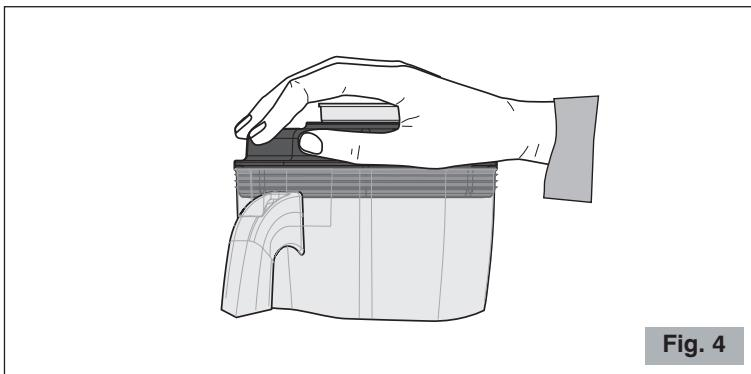

Fig. 4
- 5** Sélectionner la vitesse souhaitée avec le sélecteur et, en maintenant une main sur le couvercle, allumer le moteur en appuyant sur la touche (Fig. 4).